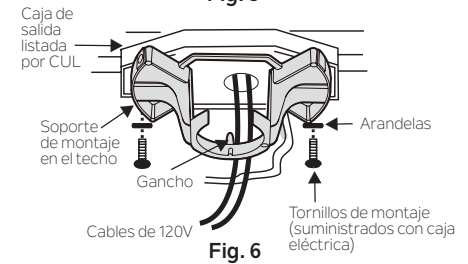

Fig. 6
Paso 3. Pase los cables de suministro de 120 voltios desde la caja de salida del techo a través del centro del soporte de montaje en el techo. (Fig.6)
Paso 4. Fije el soporte de montaje en el techo a la caja de salida con los tornillos y arandelas incluido con la caja de salida. (Fig. 6)